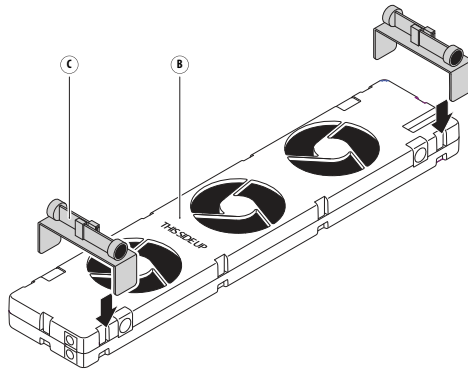

Fig. 5 - Fixation du support au **SpeedComfort** (B1).
1. Connectez les deux **supports** (C1, C2) sur le **SpeedComfort** (B1) (voir fig. 5).
2. Refaites les étapes 1 à 7 comme pour le *radiateur large*. Utilisez les **aimants réglables** (c1, c2, c3, c4) sur les **supports** (C1, C2) pour accrocher le **SpeedComfort** (B1) entre les plaques (voir fig. 5 et 6). Alignez le **SpeedComfort** (B1) sur l'avant du radiateur pour optimiser la ventilation.
1. Connectez les deux **soutiens** (C1, C2) sur le **SpeedComfort** (B1) (voir fig. 5).